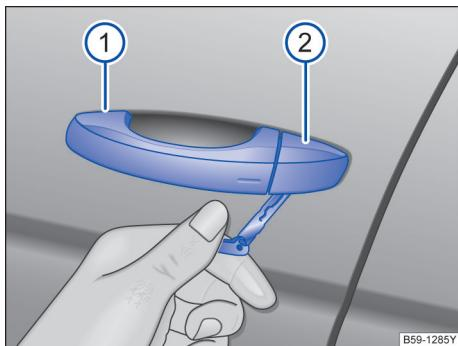

图 57 取下在驾驶员车门内车门锁的盖罩
- 拉起开门把手→图 57①。
- 将无线遥控钥匙的钥匙头从下面插入盖罩的开口内→图 57②。